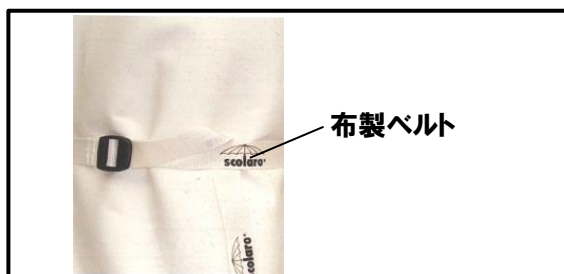

図.1-2
- ③ パラソルを固定している布製ベルトをほどき、骨またはキャンバス（生地）を揺すってねじれを取り除きます。（図.1-2）
- ④ パラソル中心部から伸びている操作ひもをゆっくりとひっぱりパラソルを開きます。